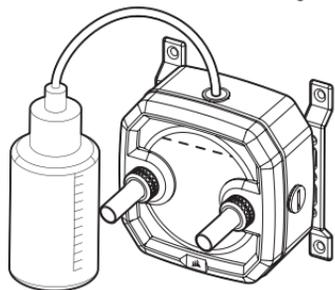

Figura 2
2. Llenar el depósito por la abertura superior izquierda G1/4 con el refrigerante CORSAIR XL5 utilizando un frasco de llenado a unos 0.5cm (1/5") por debajo de la parte superior (Figura 2).